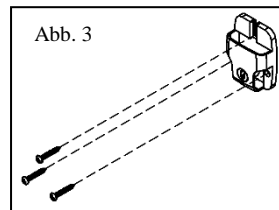

Abb. 3
4. Halten Sie den Steckverschluss für das Gehäuse an die Markierung und schrauben Sie mit einem Kreuzschlitzschraubendreher drei Schrauben durch die Löcher im Verschluss in die Außenseite des Spa (Abb. 3).